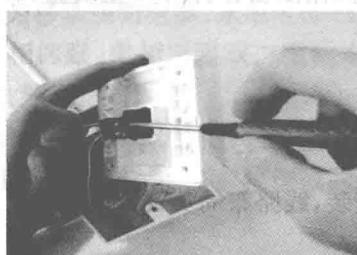
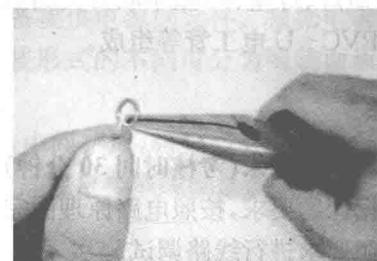

图 1-18 开关的接线桩头连接
图 1-19 单芯导线的打圈
(4) 导线接入开关接线柱头(图 1-18):相线过开关,零线一般不进开关。安装次序:相线→插座面板(XS)接线端 L,零线→插座面板(XS)接线端 N,接地线→插座面板(XS)接线端 PE,相线→开关面板(SA)接线端→开关另一个接线端出线去→灯(EL)接线端→灯的另一接线端→零线,相线→门铃按钮面板(SB)接线端→门铃按钮面板,另一个接线端出线去→门铃(HA)接线端→门铃的另一接线端→零线。
(5) 固定熔断器:在电源进线位置处固定熔断器,熔断器作为照明线路的短路保护,本课题采用插入式熔断器,如果安装在配电箱内一般采用开关式熔断器。
(6) 将开关线接入螺口平灯座的中心上:用剥线钳剥去导线的绝缘层(约 15mm),用尖嘴钳将线芯扳成 90°,钳住线芯顺时针方向打圈,操作方法如图 1-19 所示。